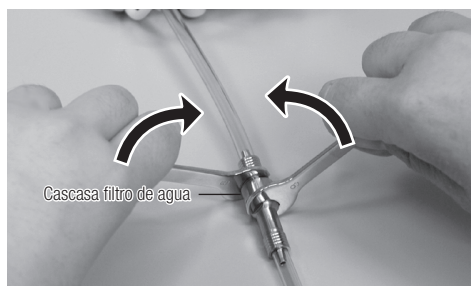
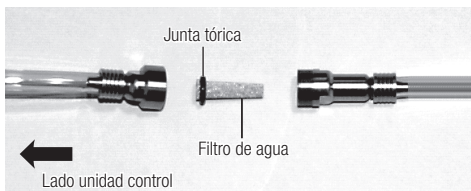

Fig. 25
Fig. 26
1) Cierre la válvula de suministro de agua a la que está conectado PRESTO AQUA LUX. Utilice dos llaves de boca (5x8) tal y como muestra la Fig.25 y gírelas en la dirección que se muestra. Si con ello se gira el tubo flexible del agua, vuelva a situarlo aflojando las llaves y asegúrese de que el tubo entre el filtro de agua y la unidad está recto.
2) Cuando la carcasa del filtro esté abierta, se podrá extraer el filtro tal y como muestra la Fig. 25. Sustitúyalo por un filtro nuevo y monte de nuevo la carcasa, procediendo de la manera descrita pero en orden inverso. (Fig.26)
Congregue el Agua Filter en la dirección correcta como mostrado en Fig.26.